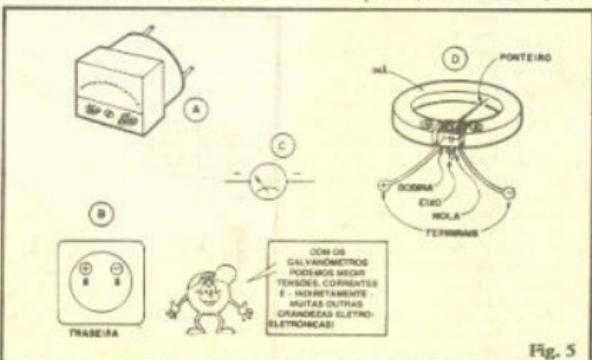
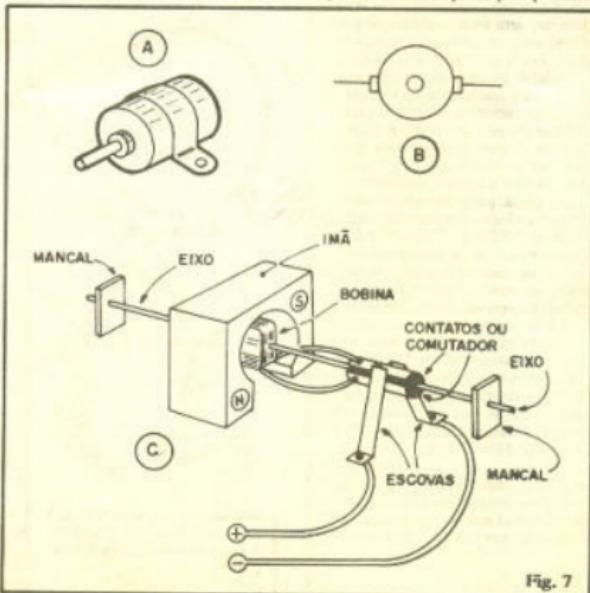

Fig. 5
Fig. 7
- FIG. 5-A - Aparência externa típica de um GALVANÔMETRO (medidor de Corrente). Dependendo da escala ou capacidade de medição do componente, ele pode ser chamado de MICROAMPERÍMETRO, MILIAMPERÍMETRO ou AMPERÍMETRO, respectivamente usados para indicar proporcionalmente corrente na casa dos microampéres, miliampéres ou ampéres...
- FIG. 5-B - Galvanômetros são dispositivos polarizados, ou seja: seus terminais "positivo" (+) e "negativo" (-) são específicos, e não podem ser ligados invertidos (sob pena de dano ao instrumento). Normalmente a polaridade dos terminais vem marcada, com nitidez, na traseira do galvanômetro.
- FIG. 5-C - Símbolo adotado para representar os galvanômetros (e outros "medidores" elétricos...) nos diagramas de circuitos ("esquemas").
- FIG. 5-D - Estrutura (simplificada) de um galvanômetro. Uma pequena bobina
- FIG. 7-A - "Jeitão" típico dos motores de C.C. comuns. Podem ser obtidos em vários tamanhos, torques ("torque") é a força que um motor é capaz de exercer, no seu giro...) e regimes de rotação, em RPM (Rotações Por Minuto). Também são várias as tensões nominais de trabalho, tipicamente indo de apenas 1,5 volts até 48 volts, adequando-se, portanto, a cada
- FIG. 7-B - Símbolo usado para representar os motores nos "esquemas" de circuitos, em ABC.
- FIG. 7-C - Estrutura (simplificada) de um motor C.C. Igualzinho ocorre no galvanômetro, uma bobina encontraria "mergulhada" dentro de intensas linhas de força de um campo magnético gerado por um imã permanente em forma de "U" no círculo interrompido. A diferença mecânica básica é que no MOTOR a bobina tem seu giro **todo** livre (o que ocorre apenas em parte, no galvanômetro - ver fig. 5-D). Um inteligente sistema de comutadores e "escovas" permite alimentar a bobina de corrente elétrica ao longo de todo o seu giro (causado pela interação do campo magnético eletricamente gerado na dita bobina, com o campo fixo gerado pelo imã permanente...). Num motor de C.C. a bobina ou enrolamento encontra-se rigidamente fixada ao eixo (que pivota em mancais) de modo que, através de uma extremidade livre do dito eixo podemos "recolher" o movimento e usá-lo para nossos propósitos! Não se sabe ao certo (existe uma certa disputa ou divergência quanto a isso...) quem, pela primeira